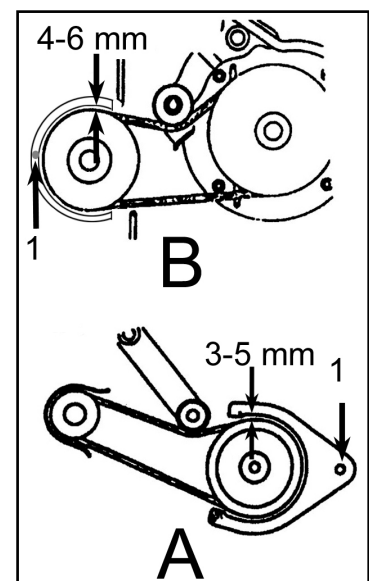

Figure 13
- Déposez les carters protégeant les courroies, mettez la nouvelle courroie dans les gorges des poulies. Vérifiez l'espacement entre le dessus de la courroie et le porte courroie lorsque vous appuyez sur les leviers d'embrayage de transmission de lame et d'avancement. Cette distance doit être comprise entre 3-5 mm pour la patte du porte courroie de la poulie motrice de transmission (figure 13, repère A) et 4-6 mm la patte du porte courroie de la poulie motrice de lame (figure 13, repère B)
- Si la distance est incorrecte, dévissez de quelques tours les vis 1 (figure 13) et bougez les portes courroie afin de respecter les distances. Revissez les vis une fois le réglage effectué.